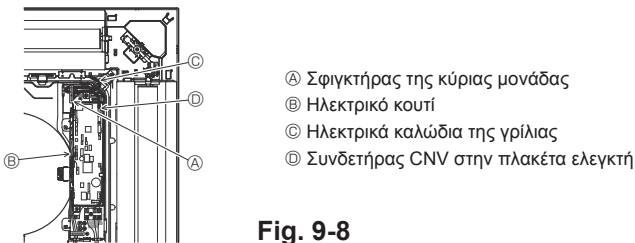

Fig. 9-8
9.4.4. Σύνδεση καλωδίου (Fig. 9-8)